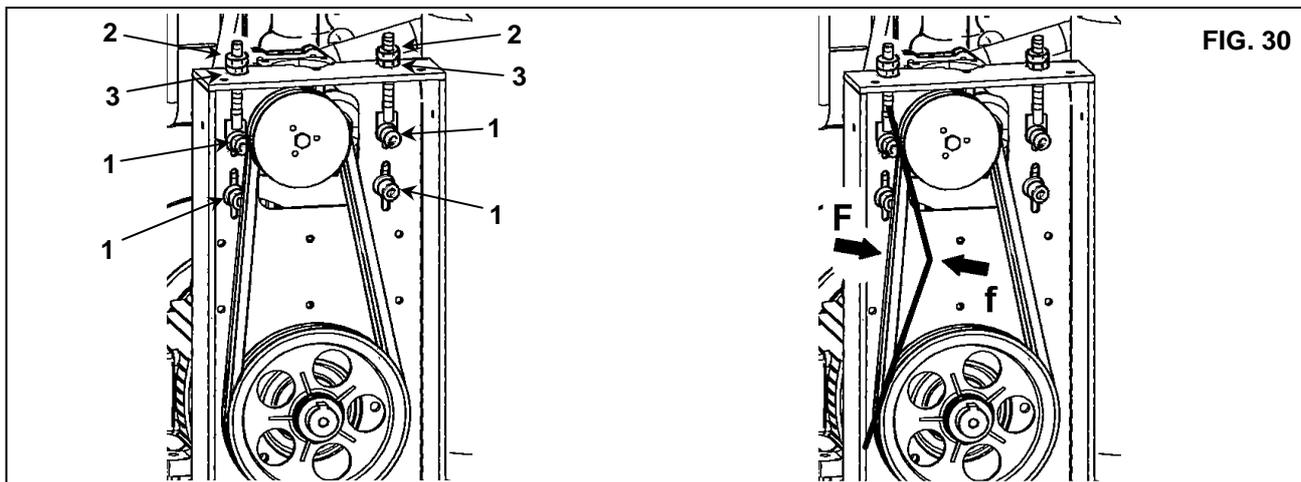

FIG. 30
- Allentare le viti di mezzo giro Rif. 1 Fig. 30.
- Sbloccare il controdado Rif. 2 Fig. 30.
- Registrare la tensione delle cinghie agendo sulla vite Rif. 3 Fig. 30.
- Bloccare il controdado Rif. 2 Fig. 30.
- Richiudere le viti Rif. 1 Fig. 30.